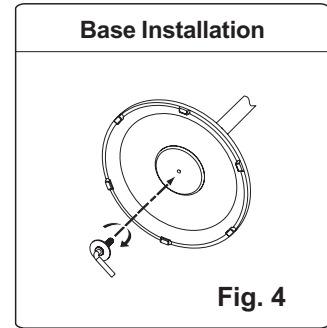

Fig. 4
1. Align the column with the groove on the base and fix them together using a right-angle bolt (see Fig. 4)
1. Alignez le poteau avec les encoches dans la base et fixez-les à l'aide du crochet coudé (voir la figure 4)